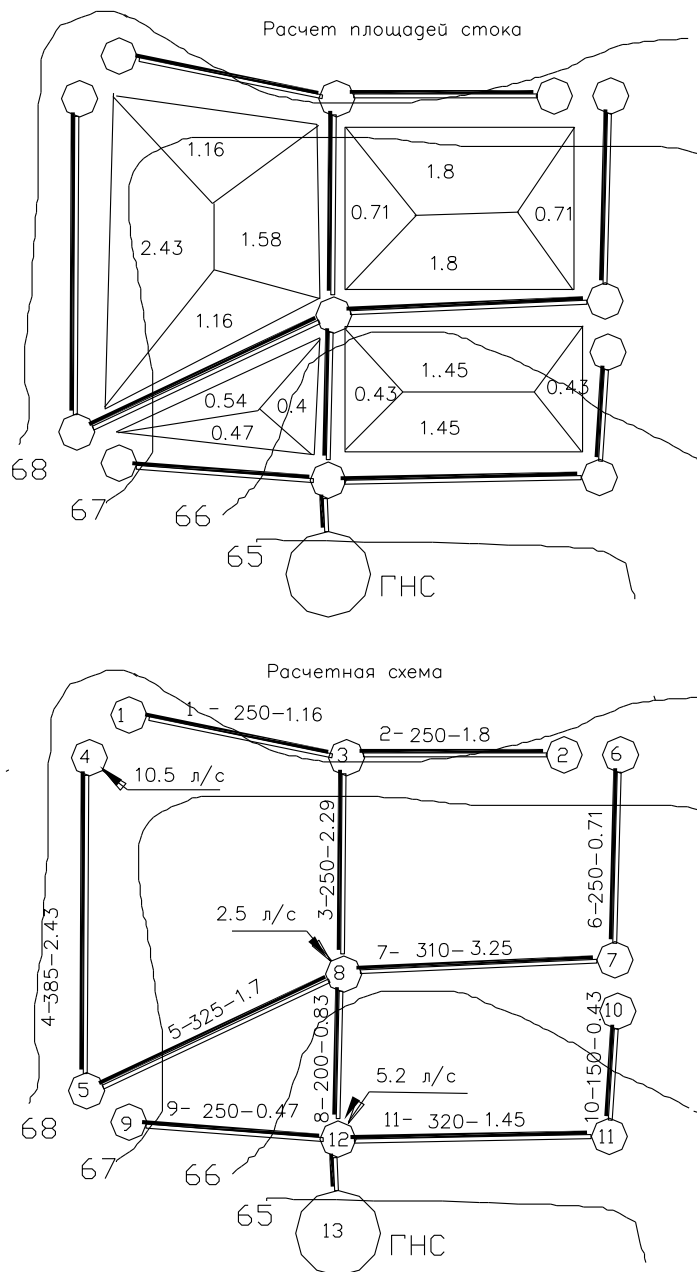

Рисунок 2. Расчет площадей стока, расчетная схема водоотводящей сети.
- на основании трассировки составляется расчетная схема водоотводящей сети (рис.2). На этой схеме узлы изображаются кружками, в которых указывается номер узла, а на выносках проставляется отметка земли и сосредоточенный расход сточной жидкости, поступающий в узел. На линиях указывается: номер участка, равный меньшему номеру узла, примыкающего к данному участку, длина участка, площадь территории стока, тяготеющей к рассматриваемому участку (площадь стока), га. Нумерация узлов начинается от самого удаленного, номера узлов по ходу движения сточных вод должны. Длина участка определяется по генплану, с учетом масштаба. Площадь стока, тяготеющую к рассматриваемому участку, следует определять предварительно разбив кварталы жилой застройки на площади стока, руководствуясь следующими правилами.